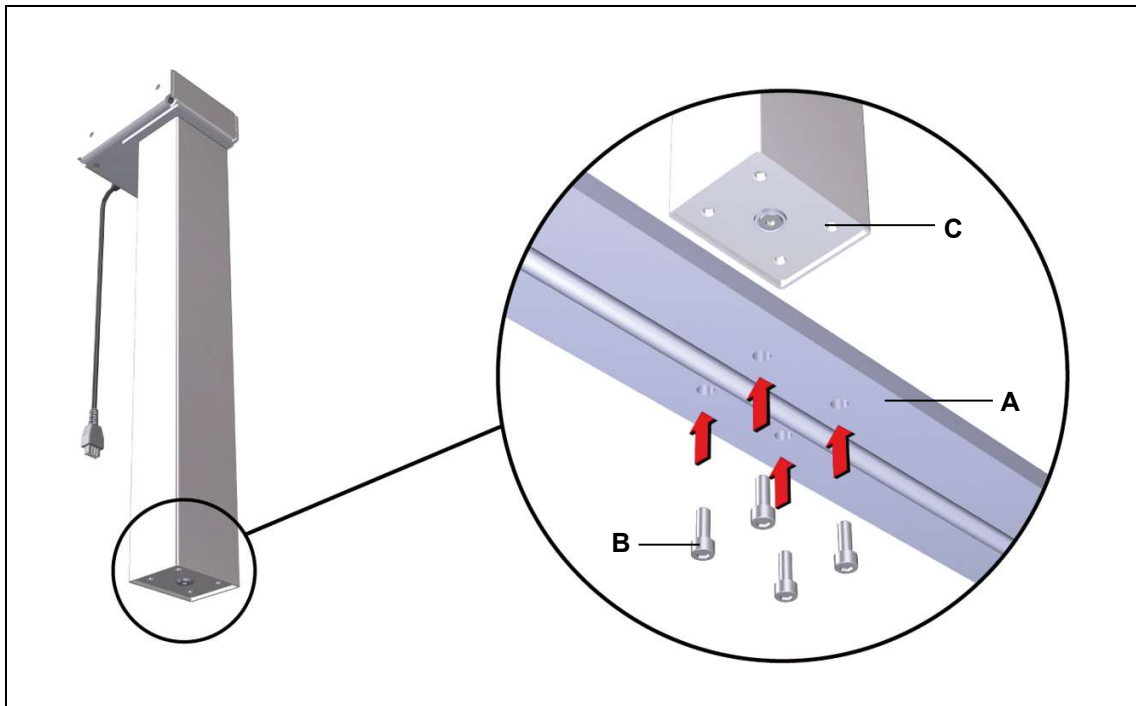

Abbildung 11 Beispiel: Montage Tischfuß (Variante B)
- 1 Schrauben Sie den Tischfuß mit vier Schrauben an das Fußende der Hubsäulen DD11S / DD21S, wie in Abbildung 11 gezeigt (maximales Anzugsdrehmoment 10 Nm). Die Montagemaße entnehmen Sie Abbildung 10.